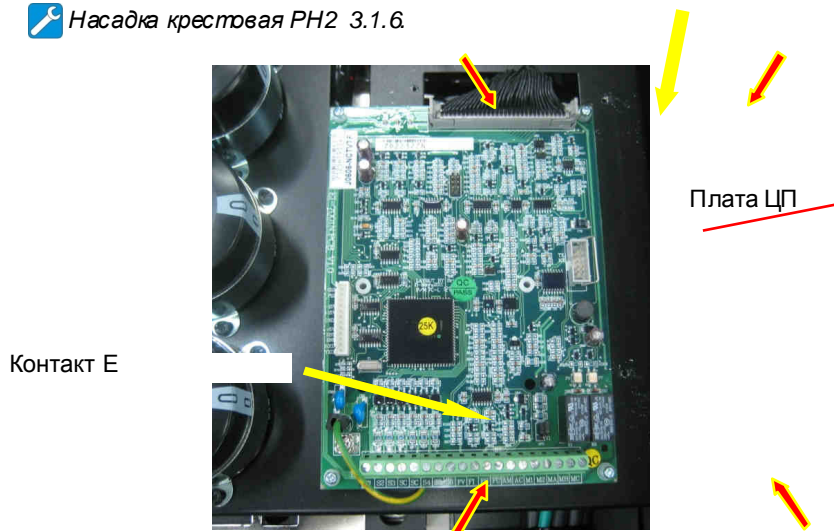

Рис. 7.32.
7.17.1. Установить плату ЦП над резьбовыми отверстиями корпуса блока конденсаторов. Закрепить плату четырьмя винтами (рис. 7.32).